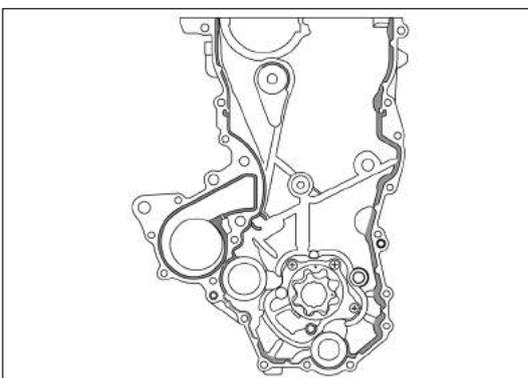

Рис. 11-4-13. Покрытие герметиком Loctite уплотнительной поверхности масляного насоса
- б) Нанести фланцевый герметик Loctite 5699 (СМ) на уплотнительные поверхности масляного насоса, как изображено на Рис. 11-4-13.